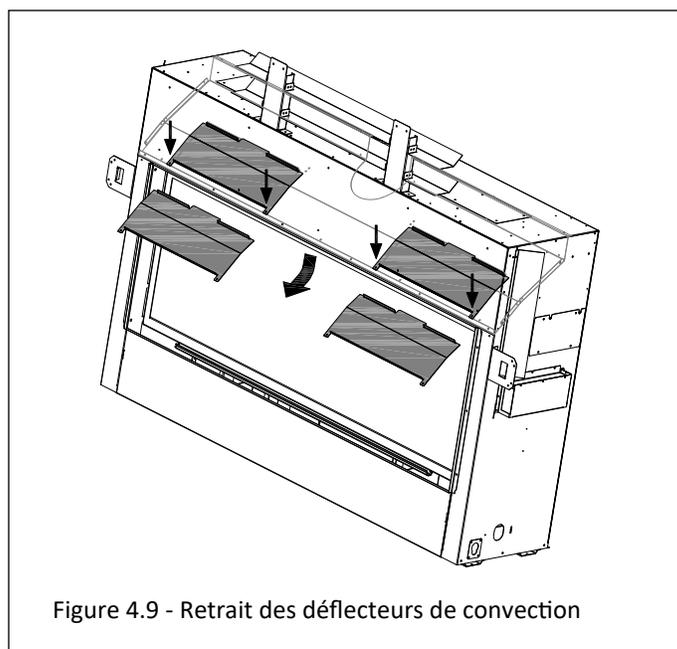

Figure 4.9 - Retrait des déflecteurs de convection
3. Repérez les (2) déflecteurs de convection montrés à la Figure 4.9. Il y a (2) vis qui retiennent chaque déflecteur de convection. Retirez du foyer les vis et les déflecteurs de convection. Jetez les vis et les déflecteurs de convection.